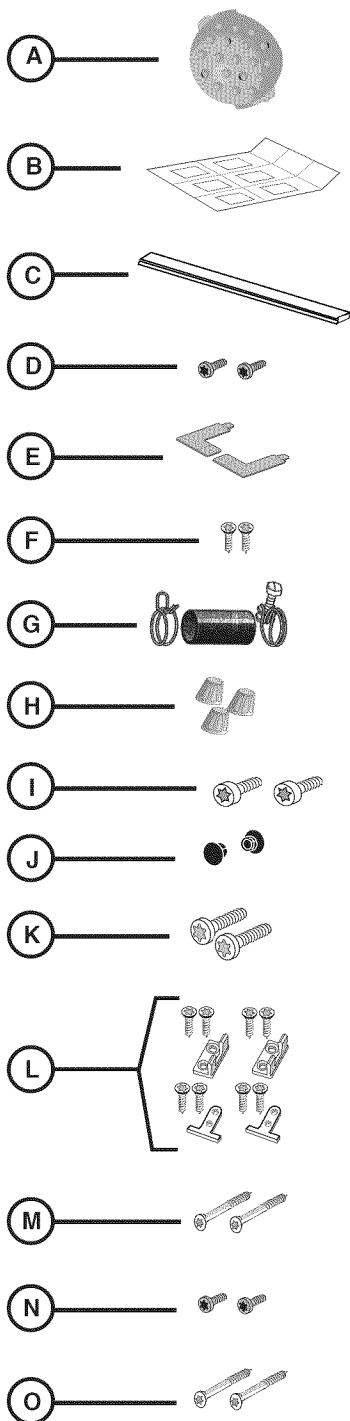

Figure 1/Ilus. 1
Accessory Parts for your dishwasher will come in one or more plastic bags. Check to make sure that the parts shown in Figure 1 are included with your model (NOTE: Illustrations are not to scale). If any parts are missing, contact your dealer immediately.
- Extra Tall Item Sprinkler (Figure 1, letter A)
**SHI and SHV models** also have SHI/SHV Panel Installation Template Sheet (Figure 1, letter B).
**SHY66 and SHX56 models** also have a Cotton Insulation Strip (Figure 1, letter C).
Les pièces pour le lave-vaisselle sont dans un ou plusieurs sacs en plastique. S'assurer que toutes les pièces illustrées à la figure 1 sont comprises avec le modèle. (REMARQUE : Les illustrations ne sont pas à l'échelle.) S'il manque des pièces, communiquer avec le marchand immédiatement.
- Bras gicleur pour grands articles (Figure 1, lettre A)
**Modèles SHI et SHV** ont aussi un gabarit pour installation de panneau SHI/SHV (Figure 1, lettre B).
**Modèles SHY66 et SHX56** ont aussi une bande d'isolation en coton (Figure 1, lettre C).
Los Accesorios para su lavadora se empaclaron en una o más bolsas de plástico. Revise que se incluyeron con su modelo todas las piezas que se muestran en la Ilustración 1 (NOTA: Los gráficos se muestran fuera de proporción). Si faltan piezas, comuníquese al respecto inmediatamente con el vendedor.
- Una Boquilla Regadera para Piezas Extra Altas (Ilustración 1, artículo A)
**Los modelos SHI y SHV** también incluyen una Hoja Patrón para la Instalación del Panel (Ilustración 1, artículo B).
**Los modelos SHY66 y SHX56** también incluyen una Tira Aislante de Algodón (Ilustración 1, artículo C).